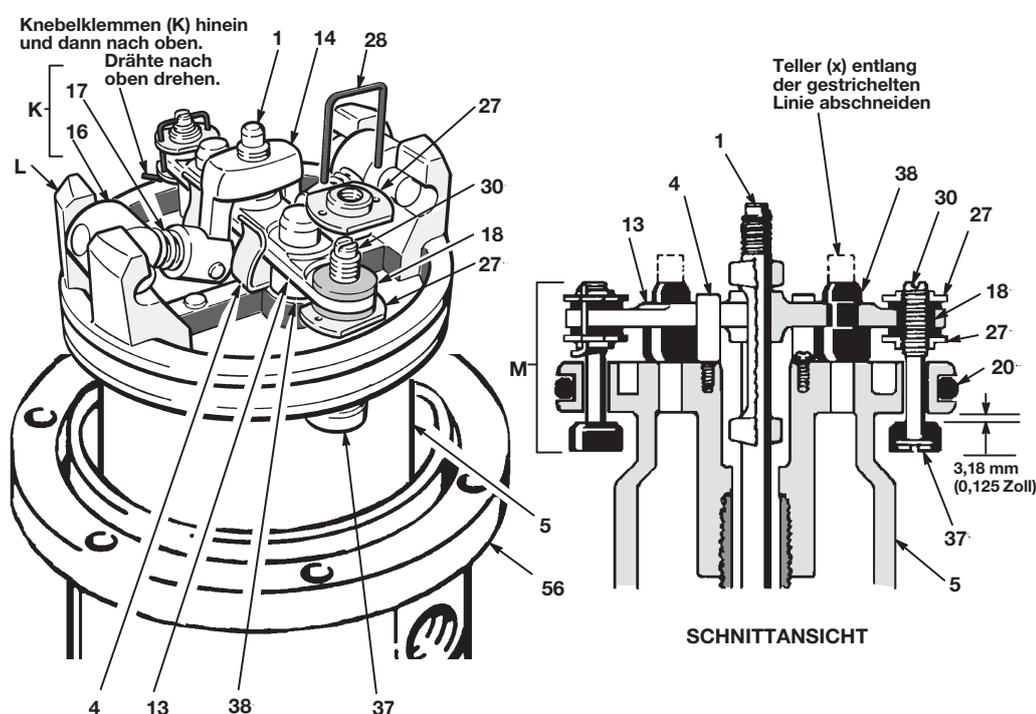

ABB. 5
6. Mit einem Schraubenzieher die Kragenbügel (14) hinunterdrücken und die Knebelklemmen (K) einrasten lassen. Siehe ABB. 5. Die Sicherungsdrähte (28) von den Adjustiermutter (27) an den Übertragungsventilen (M) entfernen. Die obersten Adjustiermutter (27) abschrauben. Die Ventilschäfte (30) aus den Gummitüllen (18*) und den unteren Adjustiermutter (27) schrauben. Die Ventilkegel (37) von den Ventilschäften nehmen und durch festes Zusammendrücken auf Risse überprüfen.
7. Knebelklemmenrollen (16) mit einer Zange fassen. Die Federn (17) zusammendrücken, die Knebelklemmen (K) nach oben und von den Kolbennuten (L) weg schwenken und die Teile
entfernen. Sicherstellen, dass der Ventilsteller (13) von den Federclips (4) gehalten wird, sich jedoch leicht in sie hineinschieben lässt. (ABB. 5)
8. Den Bügel (14) der Steuerstange, den Ventilsteller (13) und die Steuerstange (1) entfernen. Die Auslassventilkegel (38) auf Risse überprüfen.
4. Stellen Sie dabei sicher, dass die O-Ringe an ihrem Platz sind. Die Kolbenstange durch das Halslager nach unten schieben und den Kolben (5) in die Bodenplatte (56) des Luftmotors senken.
5. Auslassventilkegel (38) in den Ventilstellern (13) einsetzen und das obere Teil (mit gestrichelten Linien dargestellt) abschneiden. (ABB. 5)
6. Die Auslassventilkegel (37) auf den Ventilschäften (30), die unteren Stellmutter (27), die Gummitüllen (18) und die oberen Stellmutter (27) am Kolben (5) montieren. Die Steuerstange (1), den Ventilsteller (13), den Kragenbügel (14) und die Knebelklemmen (K) am Kolben montieren. (ABB. 5)
7. Vor dem Installieren der Sicherungsdrähte (28) in die Adjustiermutter (27) mit der Speziallehre 171818 das Übertragungsventil (M) so einstellen, dass ein Spiel von 0,125 Zoll (3,68 mm) zwischen den Ventilkegeln (37) und dem Kolben (5) vorhanden ist, wenn sich die Knebelklemmen in der *unteren* Position befinden.
8. Die Knebelklemmen (K) in der *oberen* Position einrasten lassen. Zylinder (32) und Hutmutter (31) wieder installieren. Luftmotor wieder an der Unterpumpe montieren.